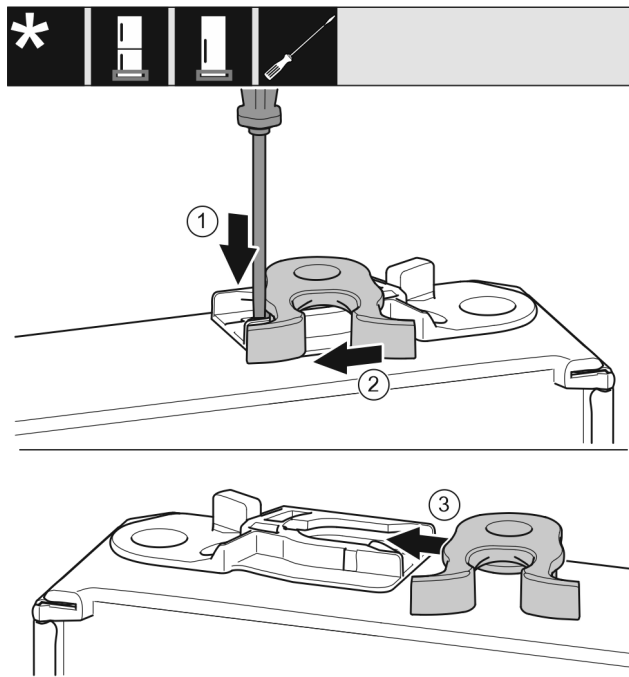

Fig. 16
- ▶ За допомогою шліцевої викрутки притисніть униз накладку. Fig. 16 (1)
- ▶ Витягніть із напрямної запірний гачок. Fig. 16 (2)
- ▶ Вставте запірний гачок у напрямну з іншого боку. Fig. 16 (3)